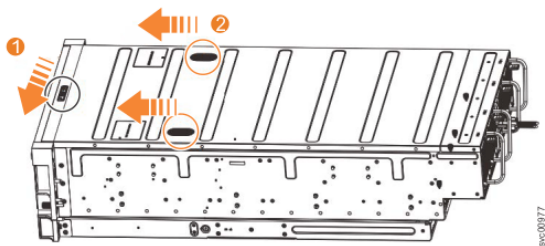

图 52. 松开 5U 扩展机柜外盖
1. 按第 51 页的图 52 中所示方向滑动松开滑锁 (**1**)。
2. 将外盖朝扩展机柜 (2) 前部滑动，如第 51 页的图 52 中所示。